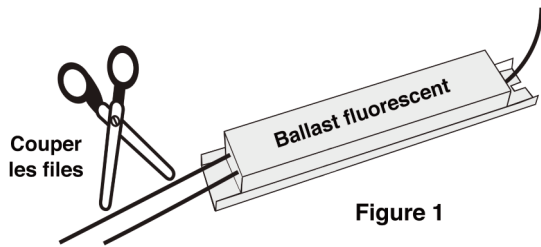

Figure 1
**Étape 5:** Couper les fils de phase et neutre au ballast, aussi que les autres fils au ballast (voir **Figure 1**).